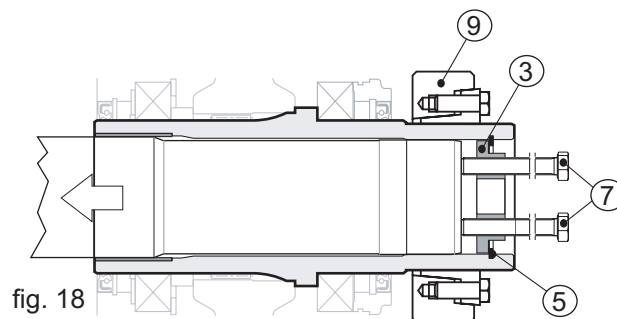

fig. 18
Inserire nei due fori filettati presenti sul fondello (pos. 3) n° 2 viti (pos. 7), avvitare fino ad appoggiarle all'albero della macchina (pos. 1), quindi continuare ad avvitare in modo alternato, facendo al massimo un giro per volta (vedi fig. 18).